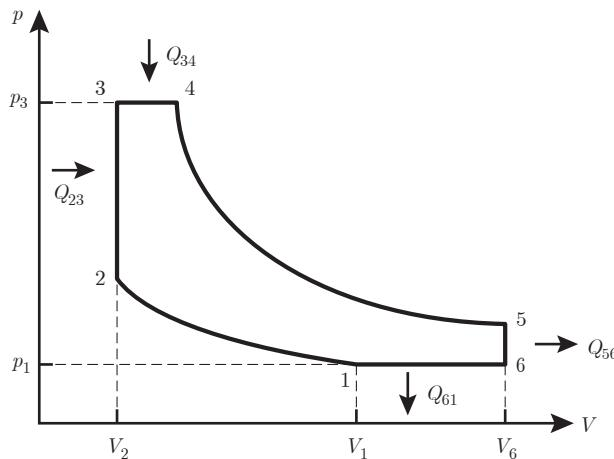

Fig. 7.12 Diagramme (p, V) du cycle d'Atkinson
- 1) Pour le processus adiabatique, d'après la relation (5.90), $p(V) = \text{cste}/V^\gamma$ où $\gamma > 1$ et $\text{cste} = p_1 V_1^\gamma = p_2 V_2^\gamma$ ou $\text{cste} = p_4 V_4^\gamma = p_5 V_5^\gamma$. La pression $p(V)$ est une fonction convexe monotone décroissante de V (fig. 7.12). Pour les processus isochores, $V = V_2 = V_3 = \text{cste}$ or $V = V_5 = V_6 = \text{cste}$. Pour les processus isobares, $p(V) = p_3 = p_4 = \text{cste}$ ou $p(V) = p_6 = p_1 = \text{cste}$.